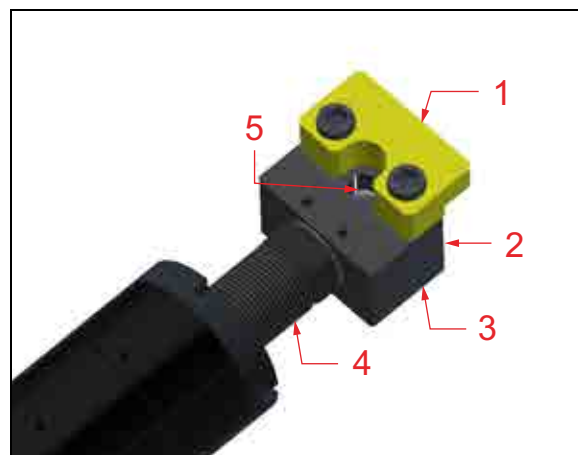

Рис. 3-35. СБОРНЫЙ УЗЕЛ РЕГУЛИРУЕМОЙ ОПОРЫ ПАТРОНА
- a) В конфигурации ID отрегулируйте регулируемые винты на каждой регулируемой опоре патрона (см. Рис. 3-35).
- a) В конфигурации ID отрегулируйте противоположные пары опор патрона (одна опора показана на Рис. 3-35).